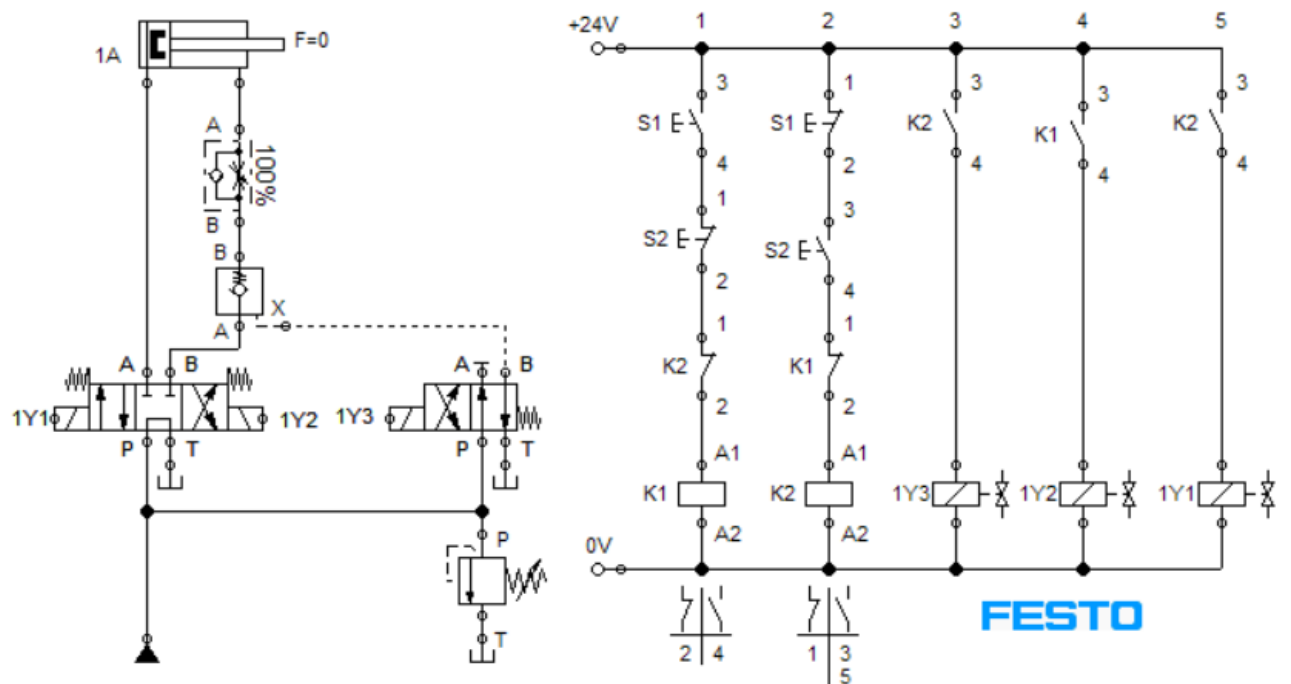

Figure 3
3) Le schéma ci-dessous (**Figure 3**) représente le circuit d'une installation électrohydraulique utilisée pour commander un vérin à double effet.
- Dessiner, avec le logiciel (FluidSim-h), le montage correspondant au schéma ci-dessous (**Figure 3**), puis réaliser sa simulation.